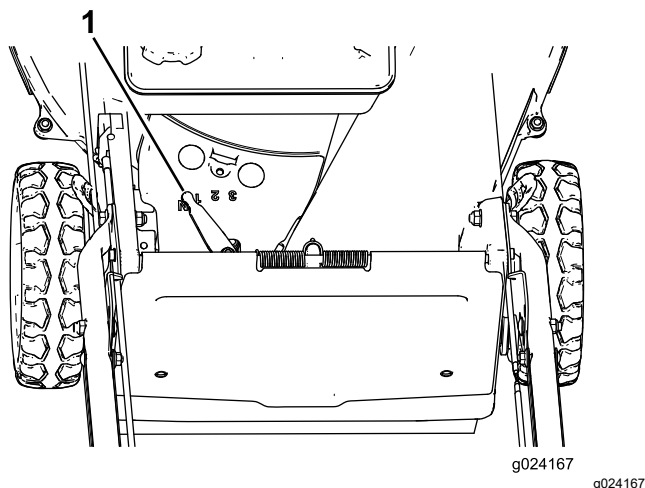

Figure 15
La machine dispose de 3 vitesses de déplacement : 1 (petite vitesse), 2 (vitesse moyenne) ou 3 (haute vitesse); elle comporte aussi une position point mort (N). Le levier de commande d'autopropulsion est situé sous et derrière le réservoir de carburant (Figure 15).